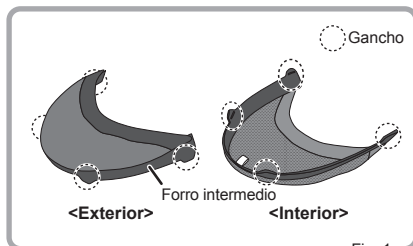

Fig. 1
1.Consulte (Fig.1) para distinguir el exterior del interior.